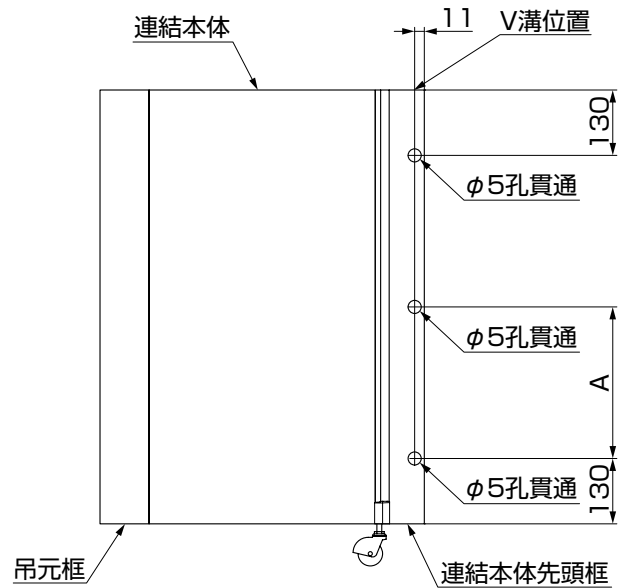

図5-3 対対象
①連結本体側の連結本体先頭框に、下孔加工をしてください。(図5-3、表5-1参照)
①本体の吊元框に片開親子連結部材を合わせてください。
②本体の吊元框の※印位置にφ3.5孔を加工してください。(図5-3参照)
(3) 片開親子連結部材の組付け